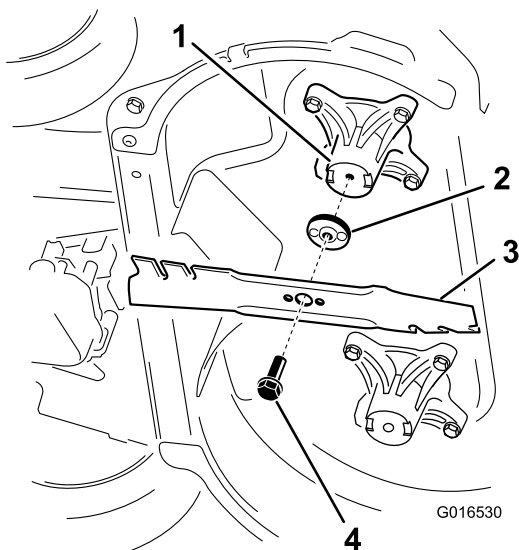

Figura 32
2. Retire cada cuchilla, como se muestra en la Figura 32.
1. Instale la primera cuchilla en posición horizontal, junto con todos los herrajes de montaje, como se muestra en la Figura 32.